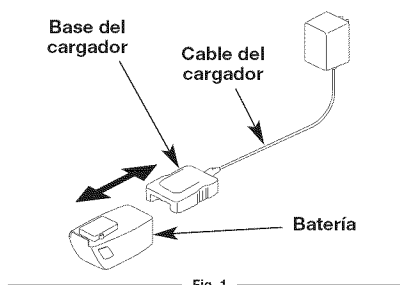

Fig. 1
1. Enchufe el cable del cargador en la base del cargador (Fig. 1).
3. Inserte el cargador en el juego de baterías (Fig. 1). Se iluminará el LED. Deje que el juego de baterías se cargue hasta que el LED rojo se apague.
4. Desenchufe el cargador. Saque el cargador deslizándolo hacia afuera (Fig. 1).